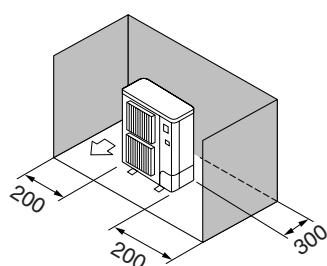

Fig. 2-4
③ Yalnızca arkadaki ve yanındaki engeller (Fig. 2-4)